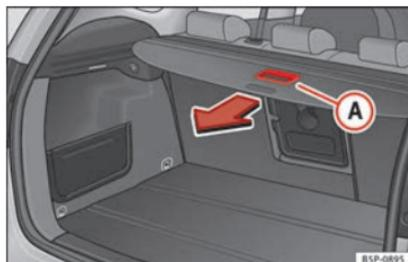

Fig. 105 Accionamiento de la bandeja portaobjetos.
- Tire hacia atrás de la bandeja con el tirador **A** hasta percibir un “clic” » fig. 105.